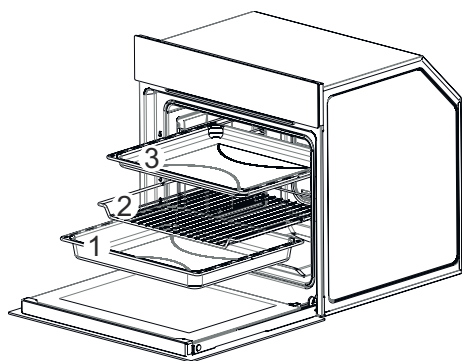

Fig. 12
- Tag bradepande, grillrist og bageplade ud (1-2-3 / Fig. 12).